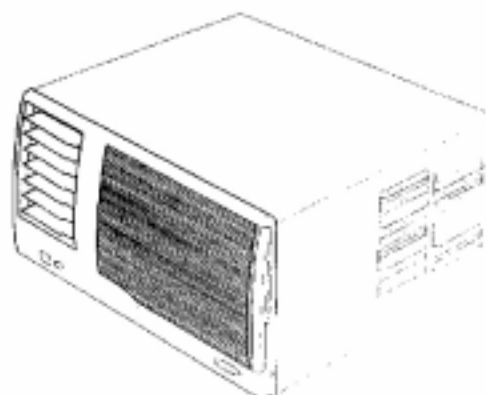

Fig.02 - Modelos Eletrônicos
- Dezembro/96 - Lançamento dos modelos Eletrônicos: CCG07A, CCH07A, CCG10A, CCH10A, CCG12A e CCH12A (Fig.02)